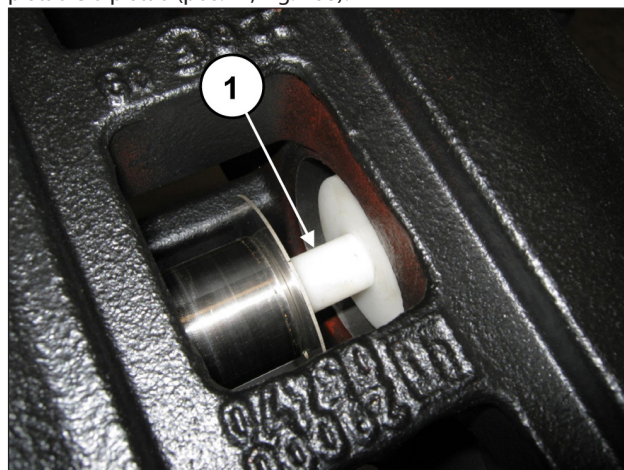

Fig. 168
Insira a ferramenta do tampão cód. 27632500 entre a guia do pistão e o pistão (pos. ①, Fig. 168).